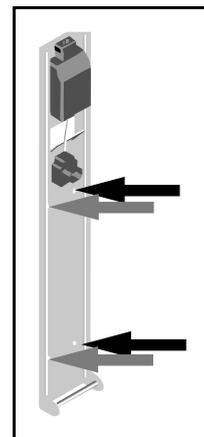

Fig. 1
- 3) Reggendo il caricabatteria alla parete, inserire e stringere le viti, come mostrato nella Fig. 1.